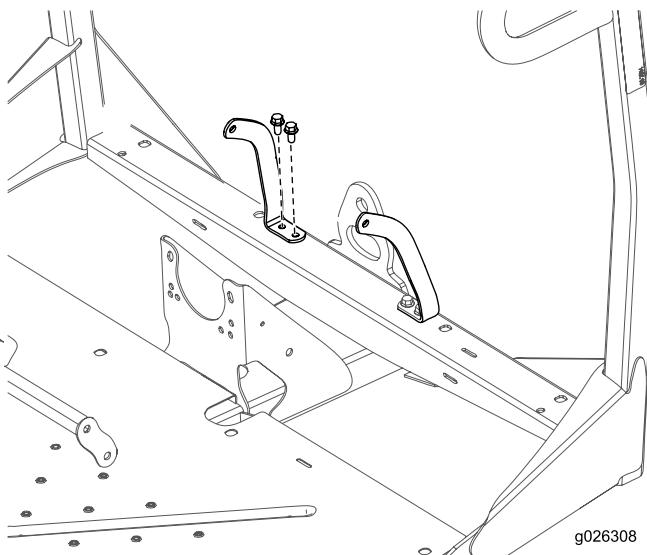

**Figure 8**
3. En vous aidant des dimensions indiquées à la Figure 8, localisez, repérez et percez 4 trous de 9,5 mm au sommet du profilé de cadre.